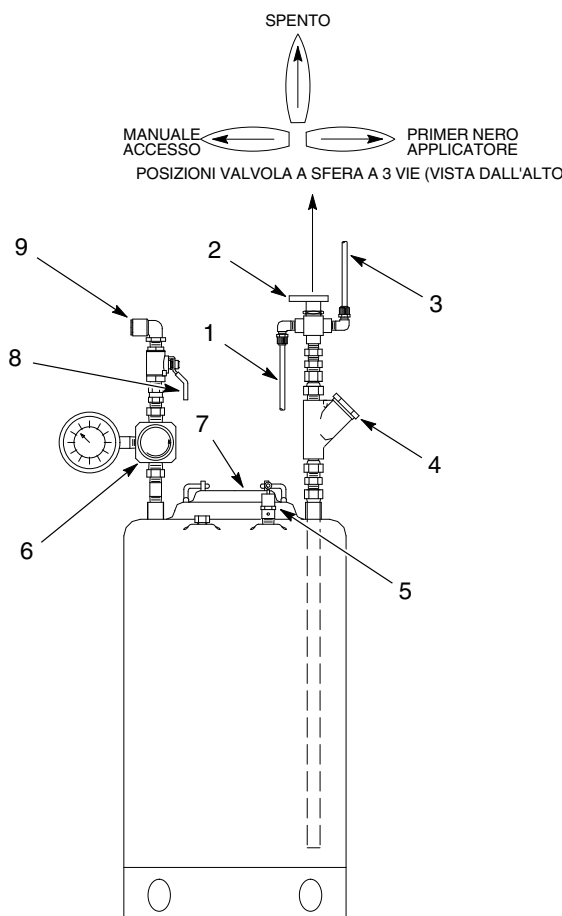

Figura 1 Componenti tipici del contenitore a pressione
Vedi figura 1 e fare riferimento alla tabella 1. In un sistema tipico il contenitore a pressione da cinque galloni contiene solvente per fluassare primer nero da un utensile applicatore e un flussometro.
1. Vedi figura 1. Aprire la valvola di controllo flusso (8).
2. Regolare il regolatore dell'aria (6) sulla pressione dell'aria desiderata.
3. Girare la valvola a sfera a 3 vie (2) nella posizione desiderata quando necessario.
1. Vedi figura 1. Assicurarsi che la valvola a sfera (2) sia in posizione spenta.
2. Chiudere la valvola di controllo flusso (8).
3. Regolare il regolatore dell'aria (6) su 0 psi/bar. Tirare l'anello della valvola di scarico pressione (5) per scaricare la pressione dal contenitore a pressione.
4. Sbloccare e togliere il coperchio (7). Controllare se l'o-ring sul coperchio è danneggiato e se necessario sostituirlo.
5. Riempire il contenitore a pressione fino al livello desiderato. Montare e bloccare il coperchio (7).
6. Regolare il regolatore dell'aria (6) sulla pressione desiderata.
7. Aprire la valvola di controllo flusso (8).
8. Girare la valvola a sfera a 3 vie (2) nella posizione desiderata quando necessario.